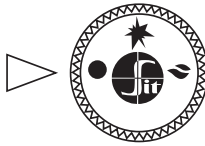

Рис. 9
- 7.2. В исходном (выключенном) положении ручка управления находится в положении «точк » (рис. 9). Пилотная и основные горелки погашены (подача газа к ним заблокирована).
- 7.5. **Выключение** п р т производится путем поворота ручки в положение «точк» (рис. 9). При этом пилотная и основные горелки (если горят) погаснут.